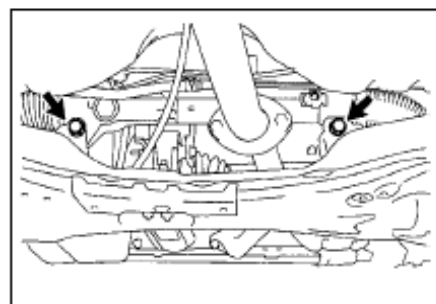

Рис. 194
15. Закрепите рулевой механизм на балке переднего моста с помощью двух болтов.(рис. 194)